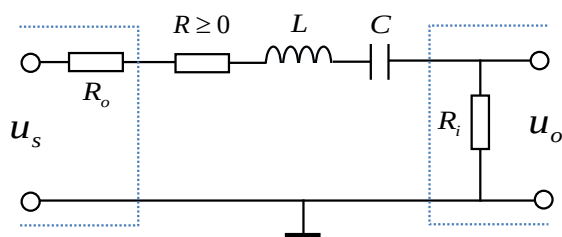

图 2 RLC 串联谐振电路
- (1) 使用基本要求中完成的正交扫频信号源，制作频率特性测试仪。
- (2) 制作一个 RLC 串联谐振电路作为被测网络，如图 2 所示，其中 R_i 和 R_o 分别为频率特性测试仪的输入阻抗和输出阻抗；制作的频率特性测试仪可对其进行线性扫频测量。
5. 参考图 2，本题被测网络电压增益取： $A_v = 20 \lg \left| \frac{u_o}{\frac{1}{2}u_s} \right|$